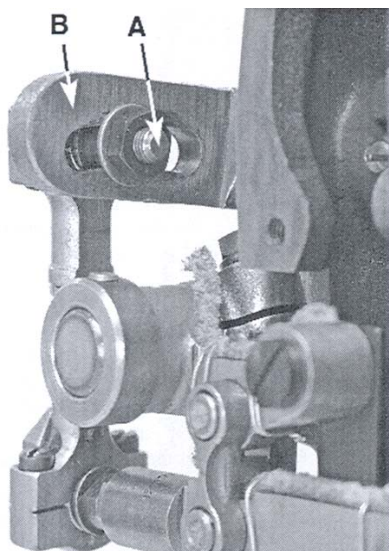

Fig. 7
The bell crank lever ball joint (A, Fig. 7) should be in the center of the upper feed bell crank lever (B). The ball joint may need to be moved slightly to meet sewing conditions.
Die Achse des Kugelgelenkes (A, Fig. 7) sollte in der Mitte des Kulissenhebels (B) sein. Das Kugelgelenk mu  eventuell etwas verschoben werden, um den N hanforderungen gerecht zu werden.